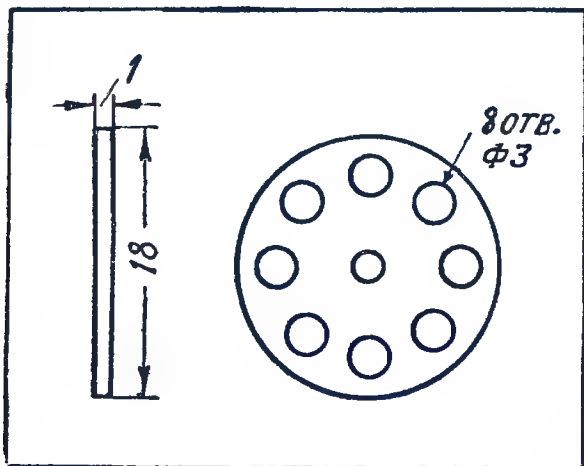

Рис. 8. Пластины (щетки) ротора мотора
4. По обеим сторонам ротора помещаются две пластинки красной меди, изображенные на рис. 8. Изготовление их точно такое же, как и ротора. Разница лишь в том, что отверстие диаметром 3 мм необходимо раззенковать с одной стороны у всех 8 отверстий каждой пластинки.